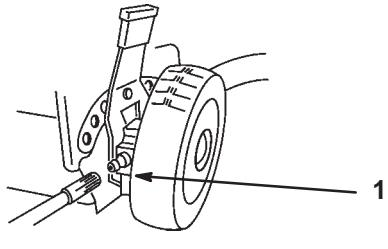

Figure 29
- Essuyer les graisseurs des leviers de réglage de hauteur des roues arrière (Fig. 29) à l'aide d'un chiffon propre.